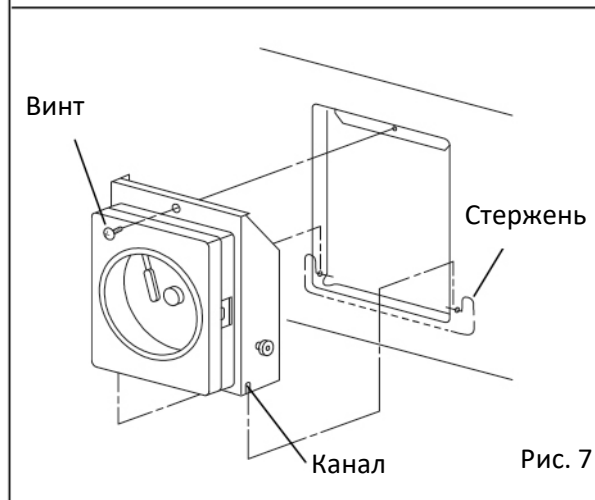

Рис. 7
10. Установите регистратор температуры, совместив канал на креплении регистратора со стержнем, и закрепите регистратор температуры винтом в месте для установки регистратора температуры (Рис. 7). Затем наденьте колпачок на винт, сняты в процедуре 2 на предыдущей странице.